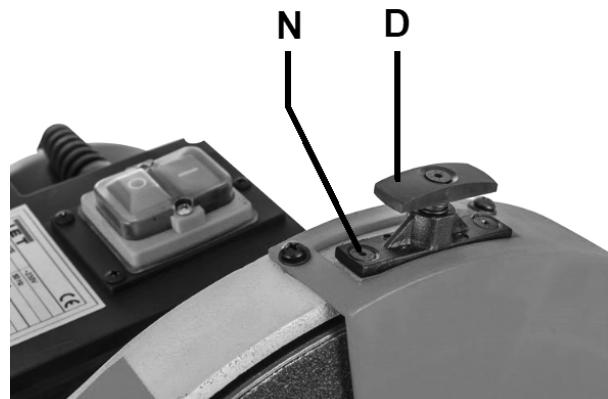

Fig 3
Fixer le frein à disque (D, Fig 3) avec deux vis (N).